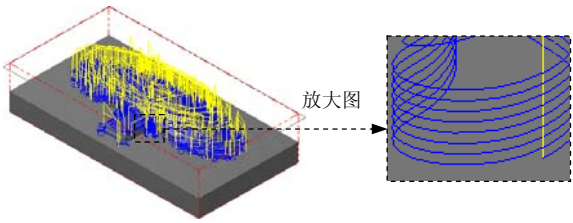

图 9.12 刀具路径
(1) 在“曲面残料粗加工”对话框的**刀具路径参数**选项卡的列表框中显示出 Step4 所选择的刀具，双击该刀具，系统弹出“定义刀具-机床群组-1”对话框。
(2) 设置刀具号码。在“定义刀具-机床群组-1”对话框中的**刀具号码**文本框中，将原有的数值改为 2。
(3) 设置刀具参数。单击“定义刀具-机床群组-1”对话框中的**参数**选项卡，在**进给速率**文本框中输入值 150.0，在**下刀速率**文本框中输入值 100.0，在**提刀速率**文本框中输入值 500.0，在**主轴转速**文本框中输入值 1600.0。
(4) 设置冷却方式。在**参数**选项卡中单击 **Coolant...** 按钮，在系统弹出的“Coolant...”对话框中的**Flood**（切削液）下拉列表中选择 **On** 选项。单击 **✓** 按钮，关闭“Coolant...”对话框。
(5) 单击“定义刀具-机床群组-1”对话框中的 **✓** 按钮，完成刀具参数的设置。
Step8. 单击“曲面残料粗加工”对话框中的 **✓** 按钮，同时在图形区生成图 9.12 所示的刀具路径。